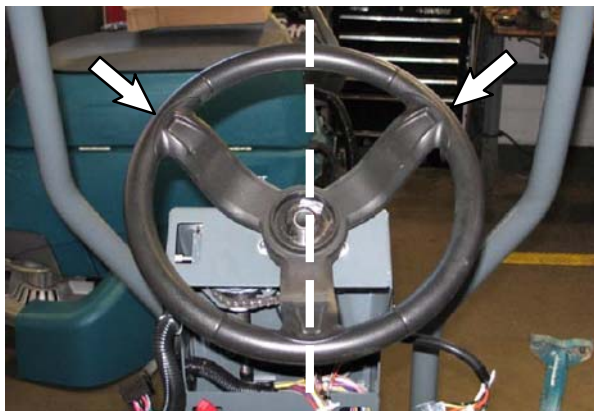

FIG. 43
18. Posizionare il volante sulla colonna dello sterzo come mostrato nella Fig. 43.